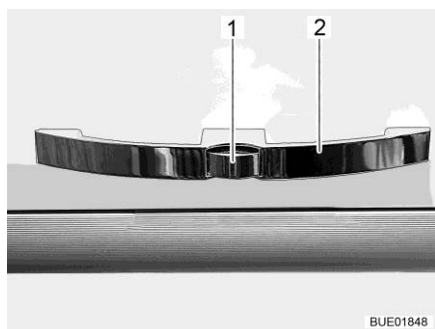

Fig. 85 Sportello del mobile con maniglia (esempio)
- Premere il bottone di sbloccaggio (Fig. 85,1) della maniglia (Fig. 85,2) e mantenerlo premuto.